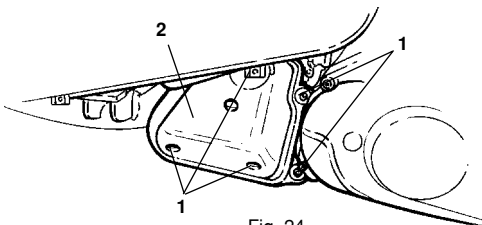
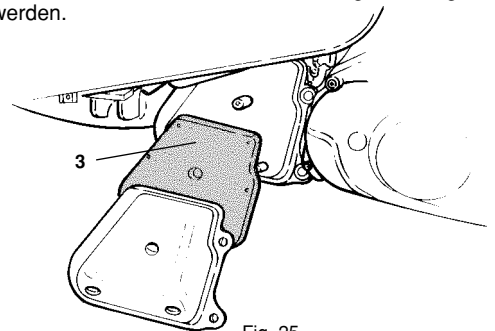

Fig. 24
Fig. 25
- Um an den Luftfilter gelangen zu können (nach Ausbau der Strebe - siehe Seite 218): Die Schrauben (1 - Fig. 24) abschrauben.
- Den Deckel (2 - Fig. 24) abnehmen und das Filterelement (3 - Fig. 25) herausnehmen.